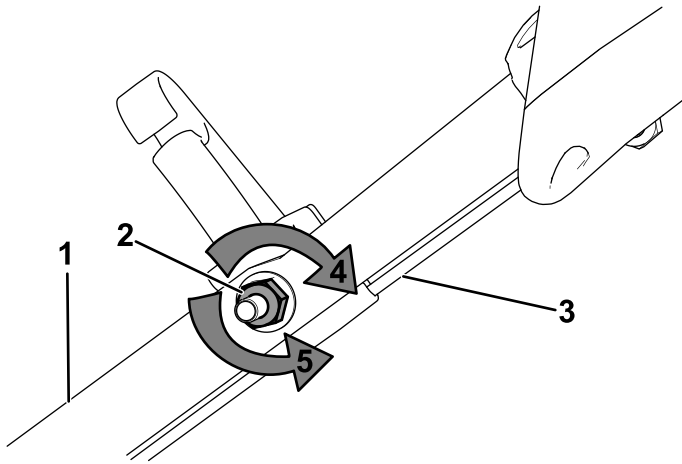

Bild 29
1. Drehen Sie die Einstellmutter nach links, um die Seileinstellung zu lösen (Bild 29).
2. Stellen Sie die Spannung des Seils (Bild 29) ein, indem Sie ihn zurückziehen oder nach vorne drücken und dann in dieser Stellung arretieren.